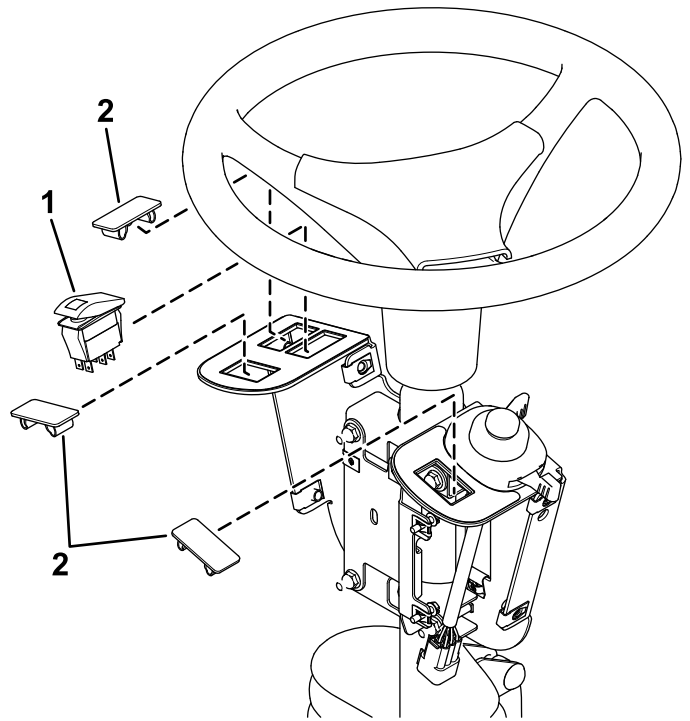

**Figuur 5**
- Monteer de multifunctionele schakelaar aan de bevestiging voor de schakelaar en bevestig deze met de clips voor de schakelaar onder de opening voor de schakelaar (Figuur 5).